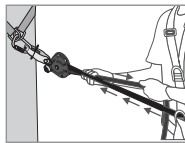
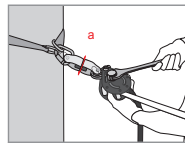

Abb. 3
Abb. 4
Nachdem die Sicherungsleine installiert ist, muss eine Voreinstellung der Spannung vorgenommen werden, dazu zieht man manuell an der Leine (Seite des Endknotts – Abb. 3). Die Nocke (8) und der Nockenhebel (4) müssen automatisch an das Seil greifen. Legen Sie den Nockenhebel (4) um und stellen Sie mit einem passenden Schlüssel die Spannung an der Spannungseinstellachse (1) ein, bis die Belagscheibe der Spannungsanzeige (a) auf der Spannungsanzeige (2) sich frei drehen lässt (Abb. 4). Sobald diese sich frei bewegen kann, NICHT WEITER SPANNEN! Dies entspricht einer Vorspannung der Sicherungsleine von ungefähr 0,5 kN. Wenn die Sicherungsleine in Gebrauch ist, überprüfen Sie regelmäßig diese Spannung (Drehen der Belagscheibe an der Spannungsanzeige) und stellen Sie sie gegebenenfalls in der oben beschriebenen Weise nach.